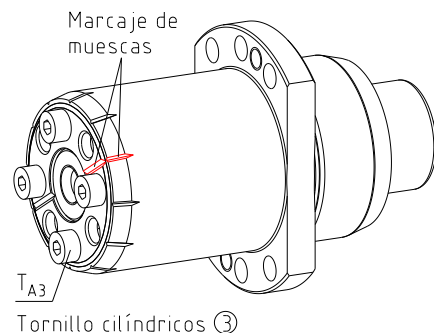

Figura 14
- Después apriete los tornillos cilíndricos ③ de la tuerca de fijación según los pares de apriete T_{A3} especificados en la tabla 7 (ver figura 14).